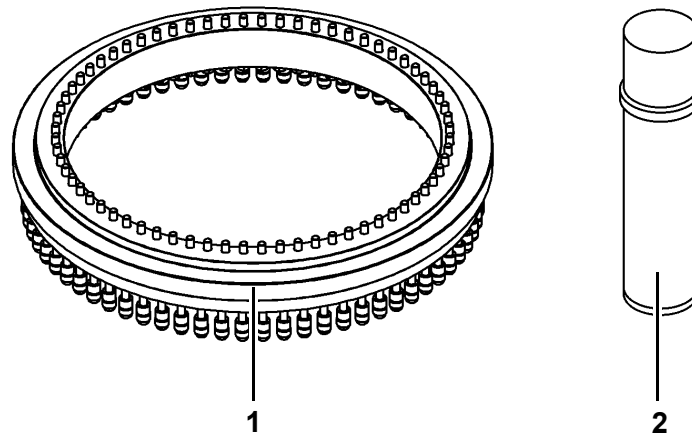

Fig. 246 Lubrifique a coroa de orientação.
| 2 | Limpe bem a engrenagem (1) na Fig. 246. |
| 4 | Pulverize a engrenagem a uma distância de aproximadamente 30 cm com o spray de engrenagem Grove (2) na Fig. 246. |